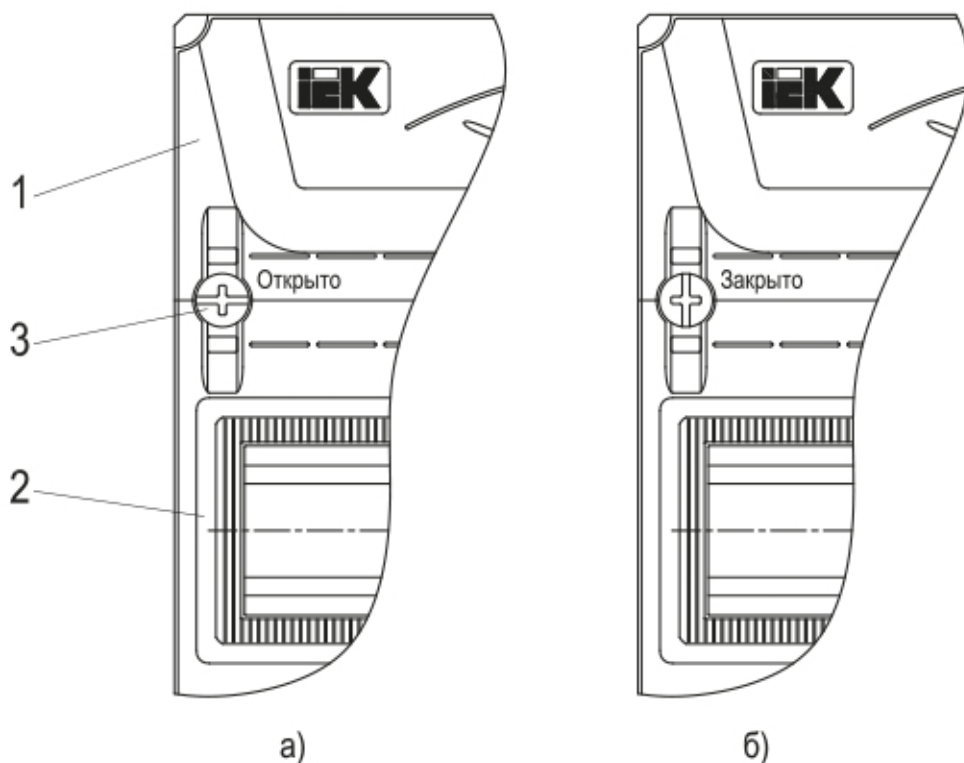

Рисунок 2 – Оперативная панель
4.5 Оперативная панель выполнена сборной, состоящей из торцевых (1) и линейных (2) модулей и крепежных клипс (3) (рисунок 2). На линейных модулях имеются окна для выхода модульной электроаппаратуры, в нижнее окно установлена заглушка (только для корпусов с двумя окнами и более).
6.1 Открыть дверь корпуса и посредством отвёртки повернуть крепёжные клипсы на оперативной панели на угол  $90^\circ$  (шлиц на головке клипсы должен встать параллельно Т-образной направляющей ТН35-7,5 (ГОСТ IEC 60715)), при этом панель отщелкнётся со стоек, и ее можно снять (рисунок 2а). Торцевым гаечным ключом на 10 мм открутить гайки и демонтировать из оболочки монтажную раму.